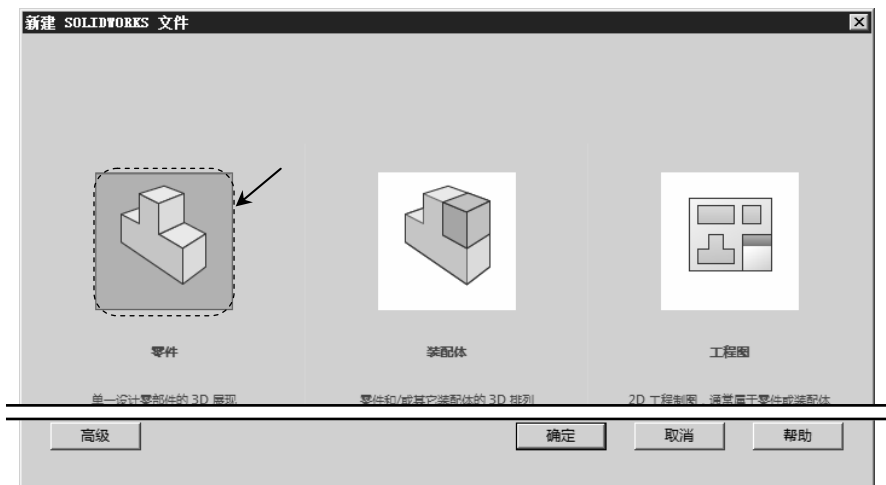

图 5.1.2 “新建 SOLIDWORKS 文件”对话框
Step1. 选择下拉菜单 **文件(F)** **新建(N)...** 命令（或在“常用”工具栏中单击 按钮），此时系统弹出如图 5.1.2 所示的“新建 SOLIDWORKS 文件”对话框。